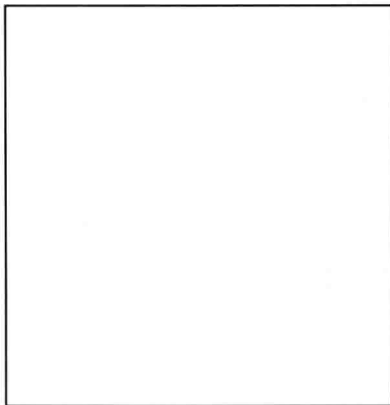

图 1-1 第一缸上止点记号
8. 拆除气缸盖后,转动发动机曲轴,当第一缸活塞运动到上止点位置时,查找曲轴皮带轮或飞轮上的上止点记号,在图 1-1 中画出观察的结果。